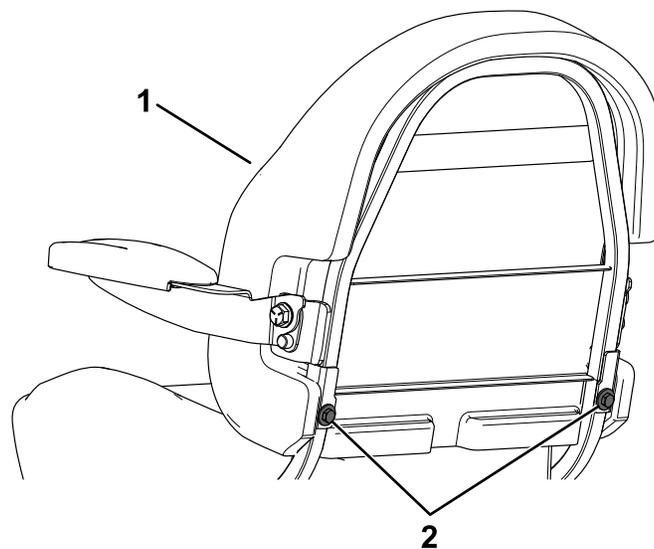

Figura 6
2. Fate scorrere il sedile all'indietro sui montanti della base del sedile e allineate i fori (Figura 6).
3. Fissate lo schienale con 2 bulloni (5/16" x 1½") e 2 dadi (5/16"); fate riferimento a Figura 6. Serrate i bulloni a 24 N·m.